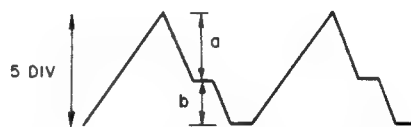

Fig. 11-3 Réglage de l'onde en dent de scie
3. Lorsque la forme d'onde indiquée à la Fig. 11-3 apparaît sur l'oscilloscope, régler le gain de l'oscilloscope de façon à ce que le sommet de l'onde en dent de scie se situe sur la division 5. Ajuster ensuite VR1 (33-1/3 tr/min) pour $a:b = 2,7:2,3$, comme indiqué à la Fig. 11-3. (Faire attention car les parasites s'introduisent facilement.)